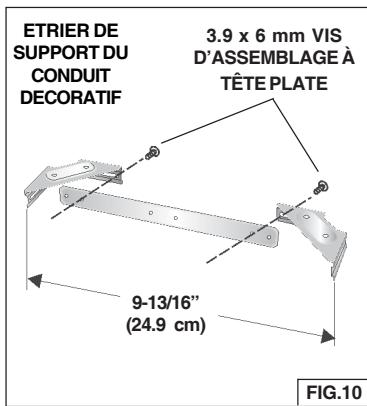

FIG.10
1. Assemblez l'étrier de support du conduit décoratif en réglant la largeur extérieure comme indiqué. Fig. 10.